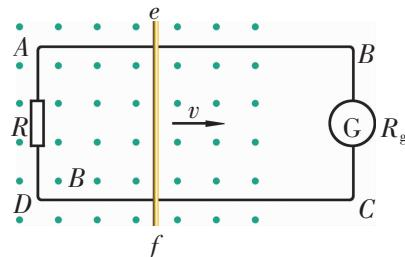

图 1-5-5
2. 如图 1-5-5 所示，导体棒 ef 沿着导轨面向右匀速运动。哪一部分是等效电源？哪一部分是外电路？分析闭合电路中电流的方向。